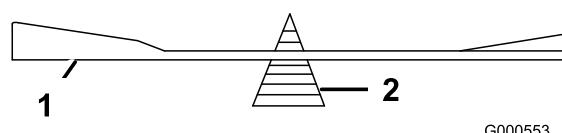

Figure 47
2. Vérifiez l'équilibre de la lame en la plaçant sur un équilibriseur (Figure 47).